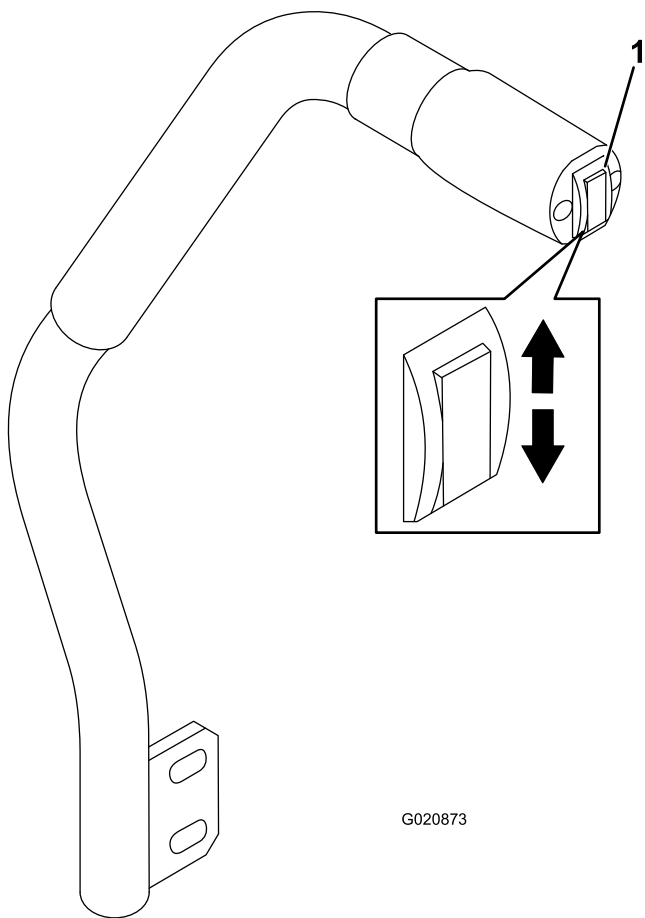

Figure 23
Cette commande permet de lever et d'abaisser l'unité de coupe (Figure 23). Ce levier est uniquement disponible lorsque le moteur est en marche.
1. Lorsque le moteur tourne, repoussez la commande de levage du tablier de coupe vers le haut jusqu'à ce que le tablier soit complètement levé puis **relâchez immédiatement la commande** (Figure 23).